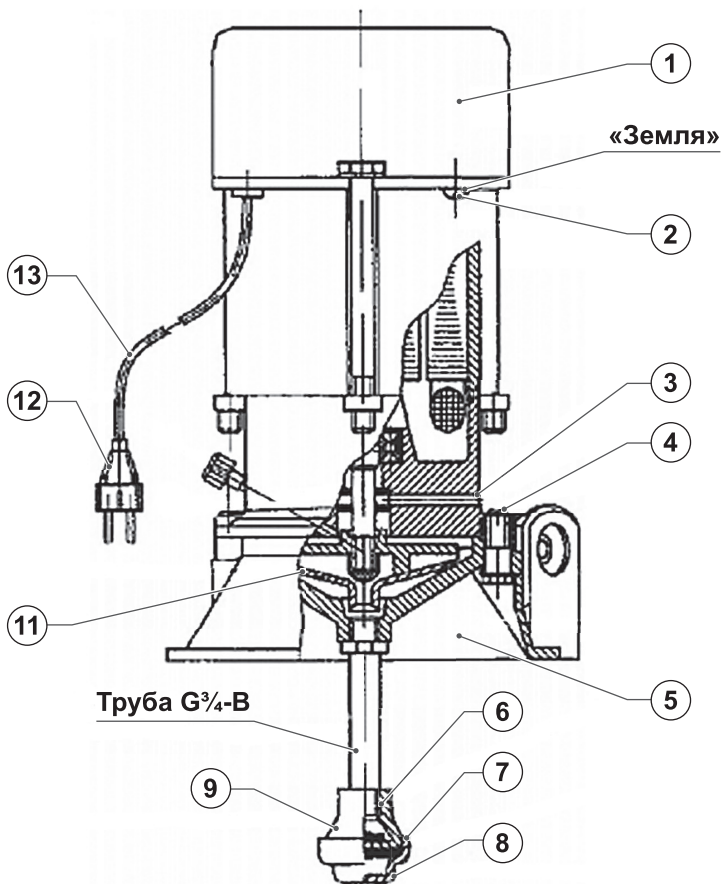

Рис. 4
Электронасос (*рис. 4*) состоит из электродвигателя **2**, вентилятора **11**, привернутого к валу электронасоса. Сверху электродвигатель закрыт колпаком **1**, под которым расположен конденсатор и реле тепловое токовое. Разъем корпуса с фланцем уплотняется прокладкой **4**. Корпус **5** служит для крепления электронасоса на месте эксплуатации. Винт **14** служит для стравливания воздуха из системы при заливке электронасоса. Приемный клапан **9** состоит из корпуса **6**, фильтра **8**, резиновой прокладки **7**.
Конструкция электронасоса может незначительно отличаться от изображенной на *рис. 4*, что связано с дальнейшим техническим совершенствованием электронасоса.
- Электронасос снабжен трехжильным шнуром **13** с армированной вилкой **12** (рис. 4) и розеткой. Розетку устанавливайте под навесом на деревянный щит, при этом, под заземляющий контакт розетки подведите «нулевой» провод.
Запрещена работа электронасоса без заливки, так как в этом случае могут выйти из строя манжеты **15** (рис. 4).
Во всех случаях при появлении воды из отверстия **3** (рис. 4) следует немедленно прекратить работу электронасоса и заменить манжеты **13**.
Подсос воздуха в месте соединения корпуса электронасоса со всасывающим трубопроводом, всасывающего трубопровода с клапаном (рис. 4).	Указанные соединения проверить и уплотнить.
Засорился фильтр 8 (рис. 4) или резиновая прокладка 7 прилипла к основанию фильтра.	Снять фильтр, прочистить его от грязи и освободить от прилипания резиновую прокладку.
Заклинило вентилятор (попадание инородных предметов между вентилятором и корпусом)	Немедленно отключить электронасос от сети, размонтировать установку. Через отверстие в корпусе 5 , ( рис. 4 ) отверткой проверить вентилятор. При наличии грязи — прочистить.